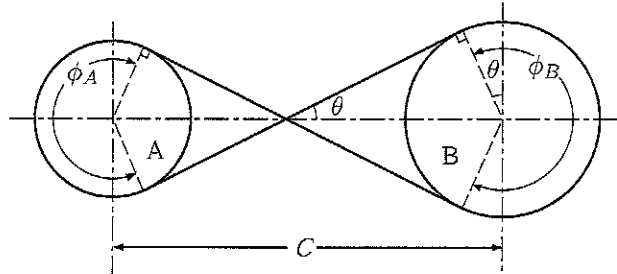

図 1
- (1) 図 1 のように十字掛けベルト伝動装置において、従車 B の巻掛け角度  $\phi_B$  [度] を計算し、最も近い値を下記の [数値群] の中から選び、その番号を解答用紙の解答欄【A】にマークせよ。